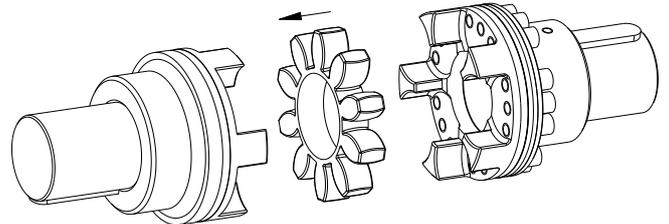

Bild 19: Montage des Zahnkranzes
- Setzen Sie den Zahnkranz in die Nockenpartie der Nabe ein (siehe Bild 19).